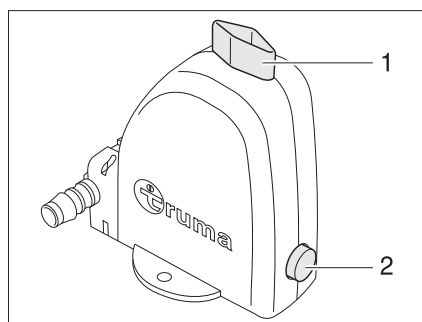

Fig. 186 Valve de sécurité et de vidange du chauffe-eau - position ouverte
Le chauffe-eau est équipé d'une valve de sécurité et de vidange (Fig. 186). La valve de sécurité et de vidange empêche que l'eau ne gèle dans le chauffe-eau lorsque le chauffage n'est pas allumé en cas de gel.
- Fermer la valve de sécurité et de vidange. Pour cela, tirer l'interrupteur à tirette (Fig. 186,1) vers le haut.
- Ouvrir la valve de sécurité et de vidange. Pousser l'interrupteur à tirette (Fig. 186,1) vers le bas. Le chauffe-eau est vidé à l'extérieur par le biais de la valve de sécurité et de vidange.